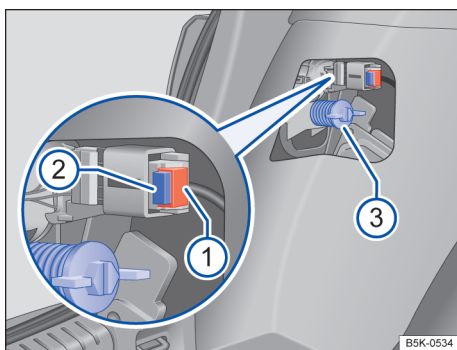

Fig. 187 Lateral do compartimento de bagagem: desinstalação da lanterna traseira.
- 4 Extraia a trava → Fig. 187 ①. Pressione o travamento → Fig. 187 ② do conector e desacople o conector.
- 5 Remova o parafuso de fixação com a mão → Fig. 187 ③.
- 2 Com uma mão, sustente a lanterna traseira na posição de instalação; com a outra, enrosque fixamente o parafuso de fixação → Fig. 187 ③.
- 4 Acople o conector ao suporte da lâmpada e encaixe a trava → Fig. 187 ①.